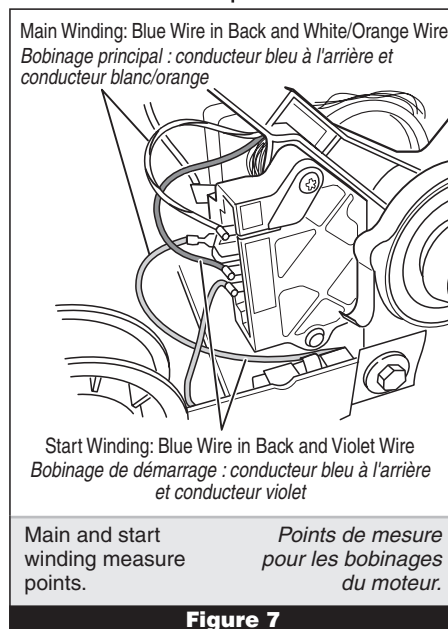

Figure 7
6. Using figure 7, check for the resistance values of the motor Main and Start winding coils as shown in the table below.
6. Voir la figure 7. Mesurer la résistance des bobinages principal et de démarrage (voir ci-dessous).